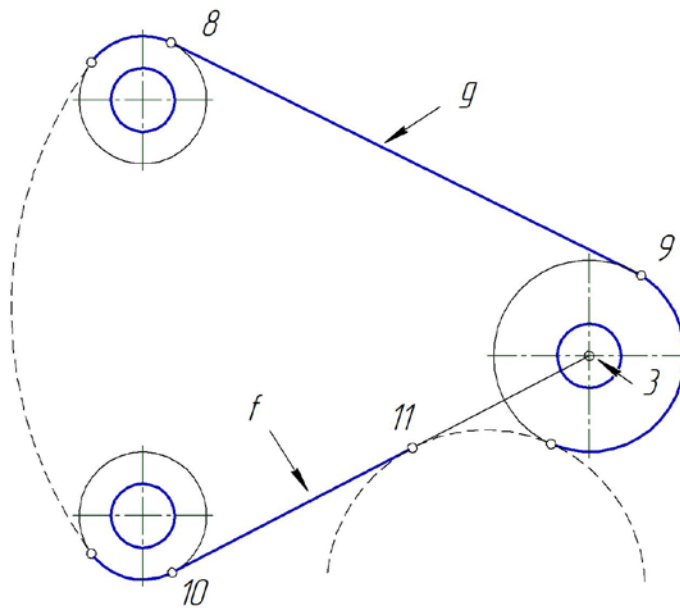

Рис. 1.40. Обводка контура с помощью команды «Отрезок»
4. Обведите линию  $g$  (рис.1.40):